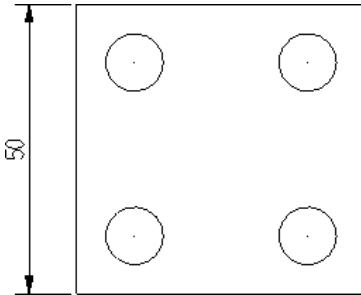

图 5-24 垂直标注
- 04 根据系统提示“建立尺寸，线性：将线性尺寸移至合适的位置”，在图形上方合适的位置单击鼠标左键，即可完成垂直方向上的尺寸标注，结果如图 5-24 所示。